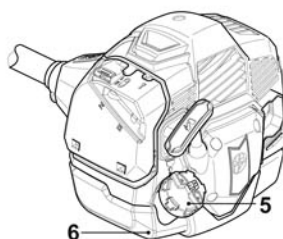

Fig. 10
- > Dévissez le bouchon du réservoir de carburant [5], puis ôtez-le (Fig. 10).